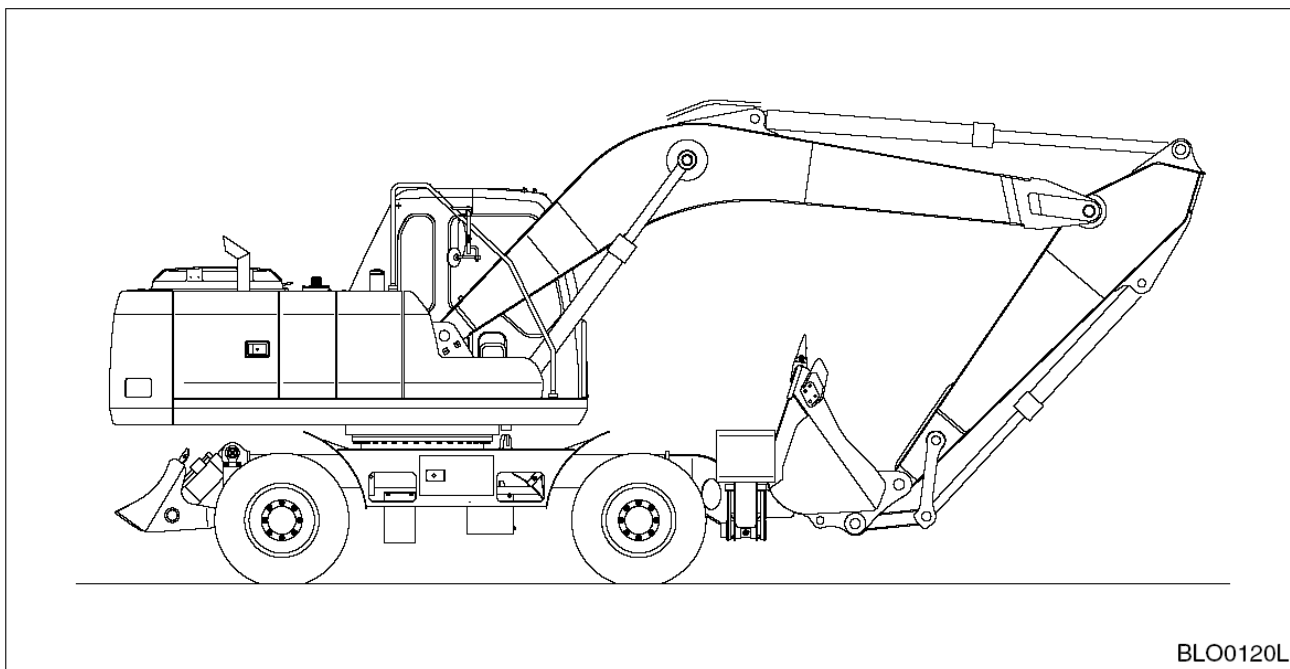

Рис. 31
5. Установить переднее оборудование в транспортное положение (TRANSPORT) и поставить фиксатор функций в положение хода (TRAVEL). См. рис. 31 на стр. 3-16.